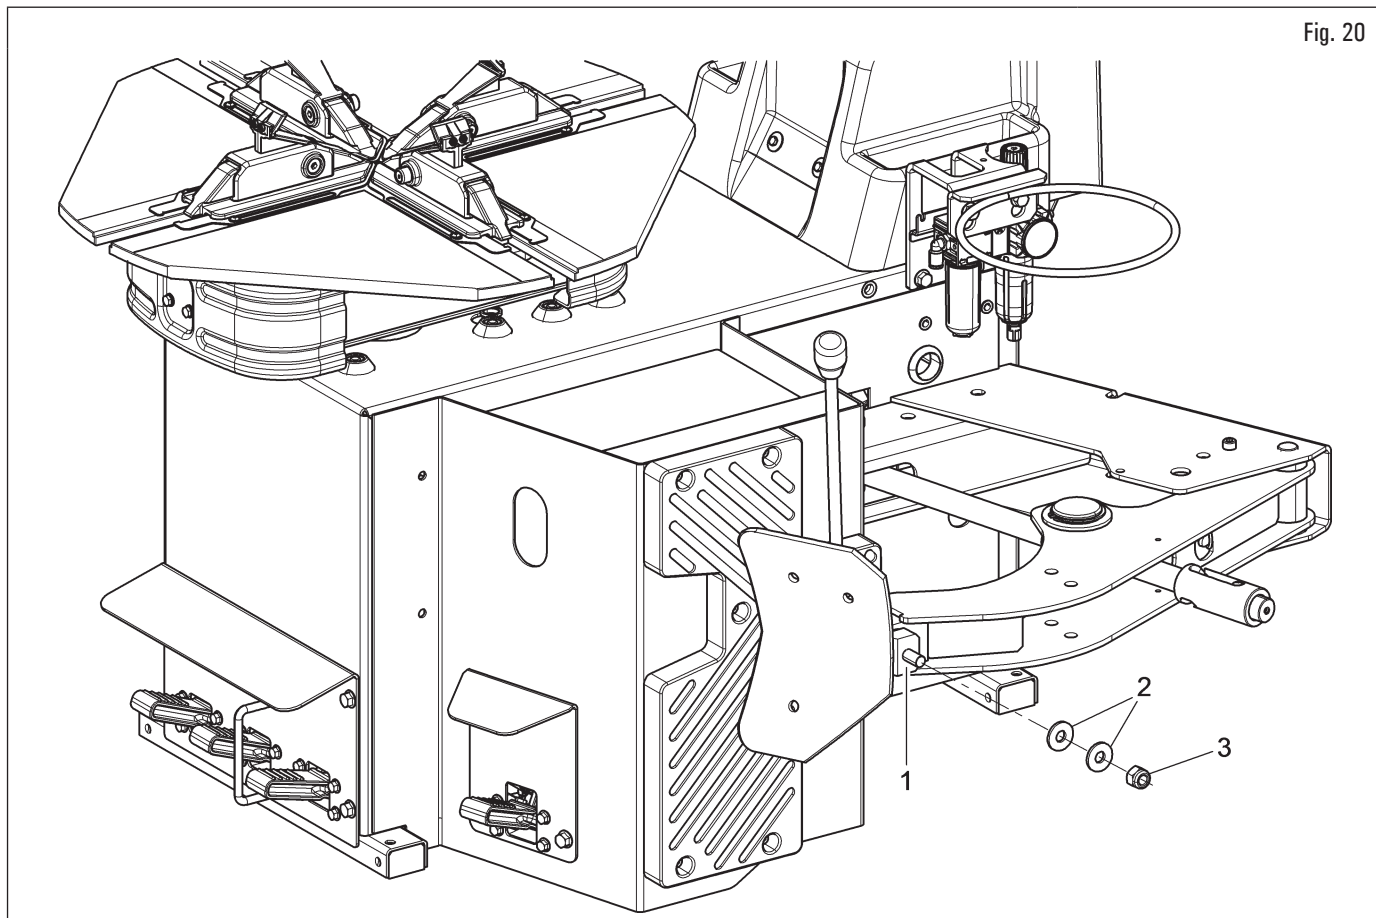

Fig. 20
Sujetar la paleta del brazo destalonador (Fig. 20 ref. 1) utilizando las arandelas (Fig. 20 ref. 2) y la tuerca (Fig. 20 ref. 3), entregados como adjuntos (tuerca y arandelas se encuentran enfajados en la paleta del destalonador).